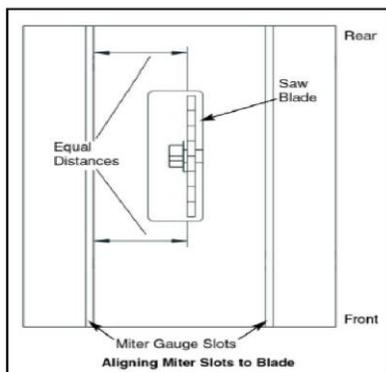

Рис.7
Проверьте центровку стола см. следующий рис.7
•Если необходима регулировка, выполните следующие действия: ослабьте четыре болта с торцевыми головками (А) на рис. 7 и рис. 8, отрегулируйте стол в сборе до тех пор, пока не будет найдено положение, при котором пильный диск будет параллелен пазам торцовочного упора.